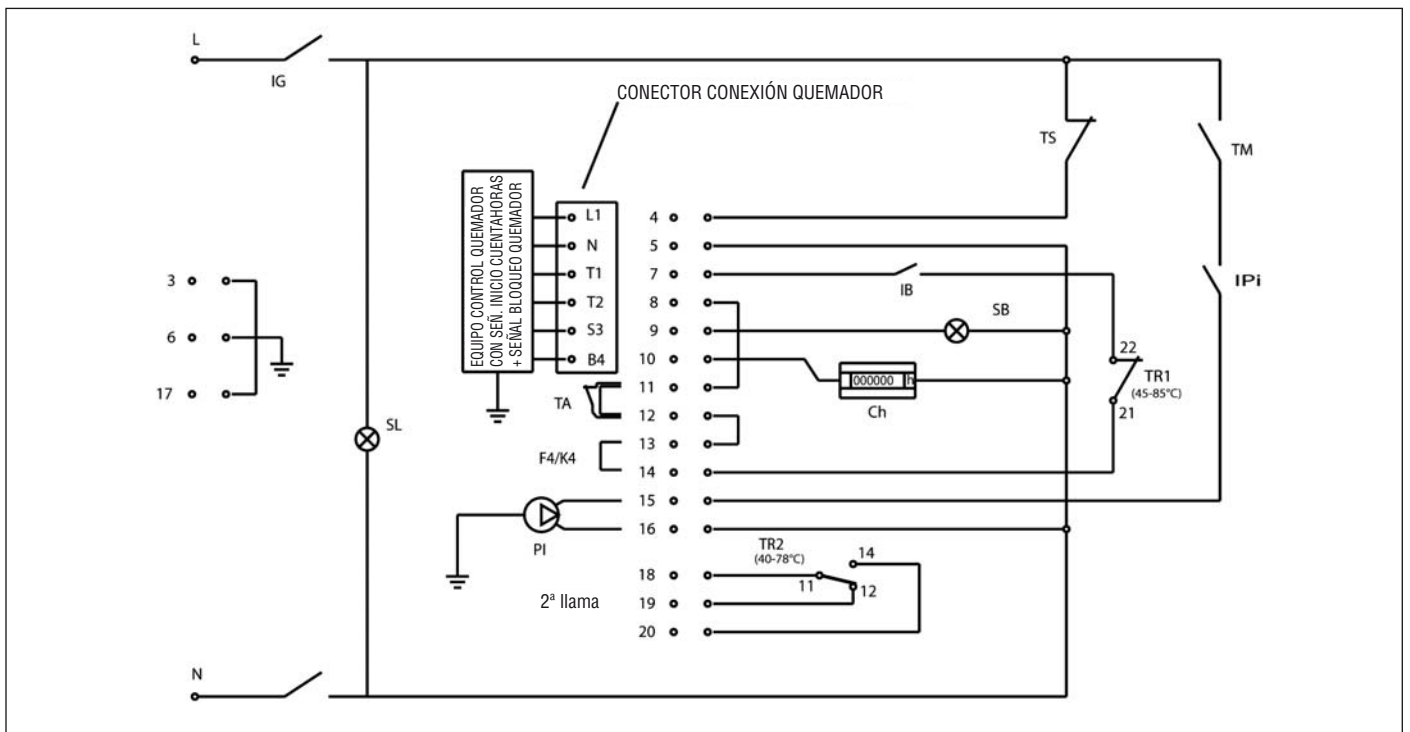

Fig. 17
7.2 Esquema eléctrico para quemador y bomba monofásico (Fig. 17)
10.4 Limpieza de la caldera (Fig. 17)